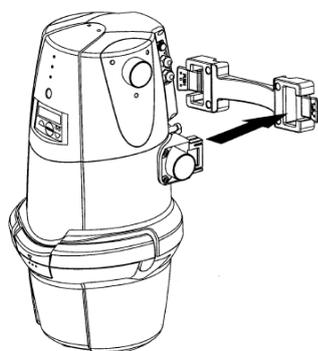

Figura 3
4. Montare la centrale inserendo frontalmente le prominente rettangolari nelle corrispondenti sedi della staffa di aggancio, facendo pressione fino allo scatto (Figura 3).